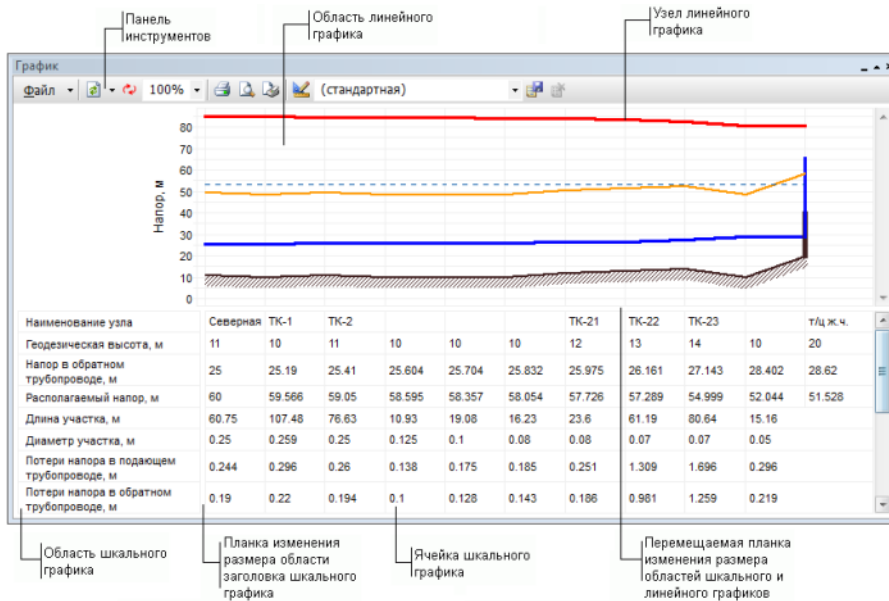

Рисунок 17.3. Окно пьезометрического графика
5. Нажмите кнопку Пьезометрический график  для построения графика и открытия окна пьезометрического графика (смотрите Рисунок 17.3, «Окно пьезометрического графика»).